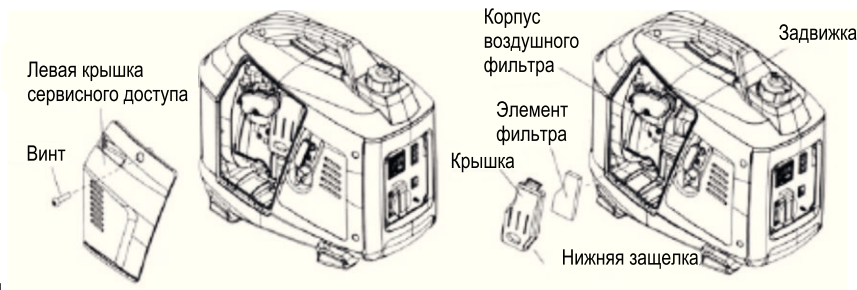

Рис. 24
1. Снимите левую крышку для сервисного обслуживания, отвернув болт (рис.24).